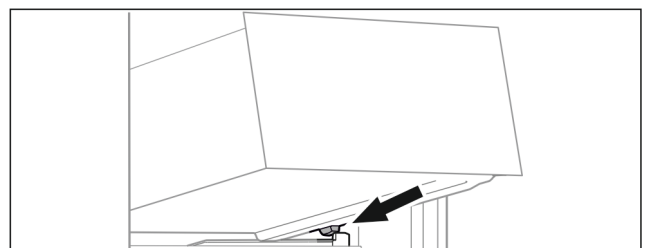

Fig. 69
- ▶ Coloque el cajón inclinado detrás de los topes sobre la nervadura para recipientes. (consulte Fig. 69)